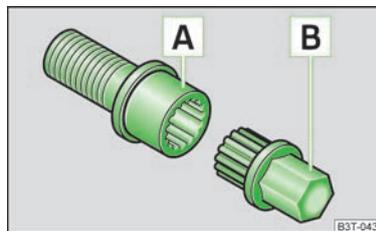

Fig. 179
- Coloque o adaptador B) com o lado dentado, até ao batente, virado para o dentado interior do parafuso de segurança da roda A), de modo a que fique visível apenas o sextavado exterior » Fig. 179.